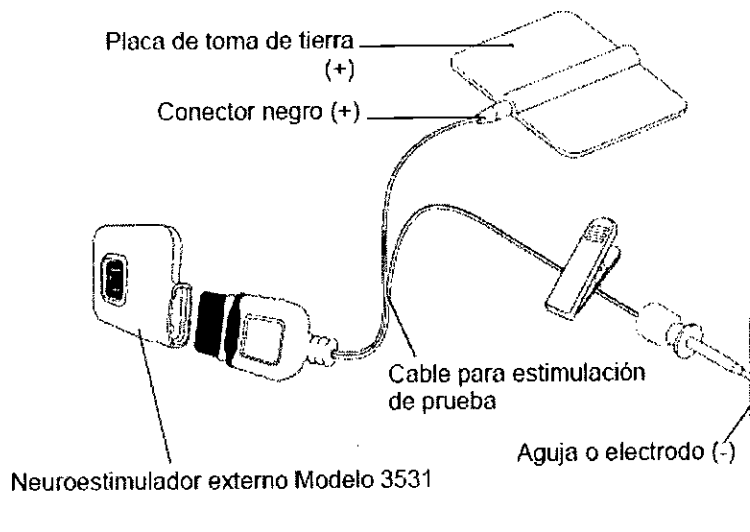

Figura 4. Conexiones de los cables del neuroestimulador externo para realizar el proceso de estimulación de prueba.
7. Conecte el cable para estimulación de prueba y el cable del paciente tal como se muestra en la Figura 4.